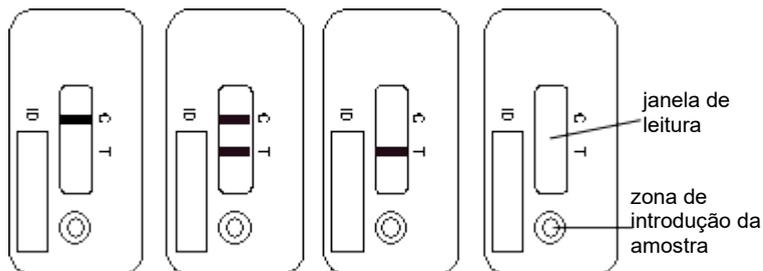

Figura 1A Figura 1B Figura 1C Figura 1D
- Em um resultado válido, a Linha de Controle (C) tem que ser sempre visível (ver figura 1A e figura 1B). É um teste de controle/validação que não pode ser usado para interpretar a linha de teste (T). Se a linha de teste (T) não for detectável após os 15 min de incubação (figura 1A), a concentração de adalimumab presente na amostra é inferior ao limite de detecção. Se a linha de teste (T) for detectável após os 15 min de incubação (figura 1B), a concentração da adalimumab presente é calculada pelo Quantum Blue® Reader.